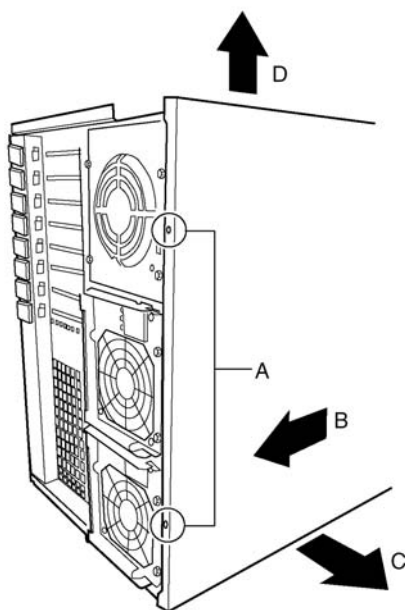

Figura 60 - Rimozione del pannello inferiore
- 1 Orientare il server in modo che poggi sui suoi piedi come mostra la Figura 60.
- 2 Togliere le due viti (Figura 60, A) poste sul bordo posteriore del pannello inferiore.
- 3 Far scorrere il pannello verso il retro dello chassis (Figura 60. B).
- 4 Facendo riferimento all'orientamento mostrato in Figura 60, afferrare il bordo inferiore del coperchio (Figura 60, C) e inclinarlo verso l'esterno. Quindi sollevare il coperchio perpendicolarmente (Figura 60, D) per liberarlo dalle linguette sullo chassis.